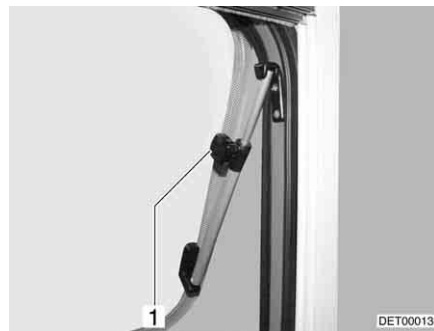

Fig. 90 Finestra apribile con deflettore a rotazione
- Aprire la finestra apribile fino alla posizione desiderata e fissarla mediante il pomello zigrinato (Fig. 90,1).
- Ruotare il pomello zigrinato (Fig. 90,1) fino a che l'arresto viene sbloccato.